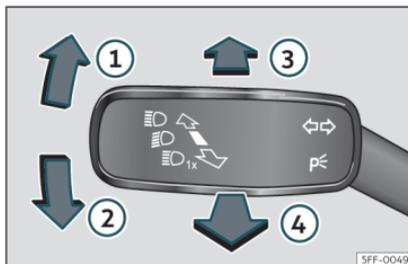

Fig. 86 Levier des clignotants et des feux de route.
• À partir de la position de base, appuyez en avant sur le levier des clignotants et de feux de route >>> **fig. 86** . L'activation du témoin  indique que l'assistant des feux de route est activé.
• **OU** : avec les feux de route activés, tirez vers l'arrière le levier des clignotants et des feux de route >>> **fig. 86** .